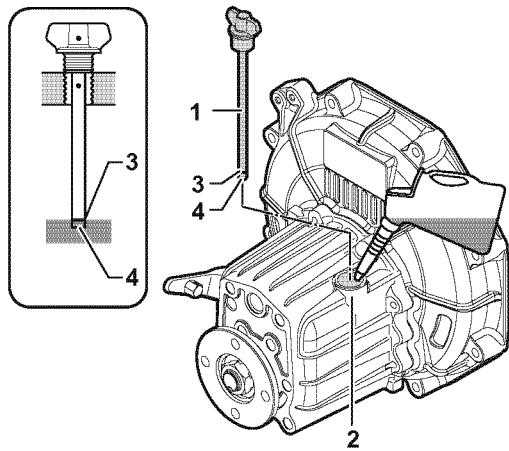

Figura 6
1. Desligue o motor. Certifique-se que o motor está o mais nivelado possível e limpe a área à volta do bujão de enchimento da transmissão marítima (Figura 6, (2)).
3. Retire a vareta (Figura 6, (1)) e limpe com um pano limpo.
4. Insira novamente a vareta sem enroscar. Consulte a ilustração (Figura 6).
5. Retire a vareta. O nível do óleo deverá estar entre as linhas superior (Figura 6, (3)) e inferior (Figura 6, (4)) na vareta.
2. Retire o tampão de enchimento / vareta de óleo (Figura 6, (1)) na parte superior da caixa.
3. Abasteça de óleo até ao limite superior na vareta (Figura 6, (3)). **AVISO:** **NUNCA abasteça demasiado a transmissão marítima com óleo.**